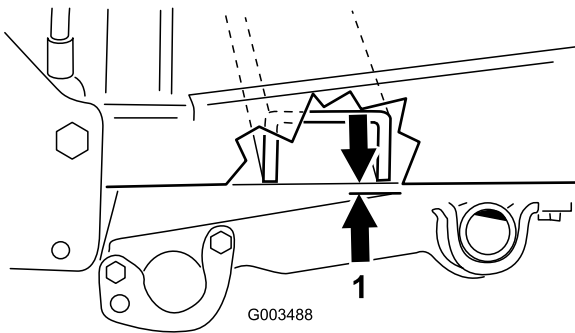

Figura 18
2. Măsurai distana dintre cadrul unităii de traciune i tubul pivotant, aa cum se arată în Figura 18.